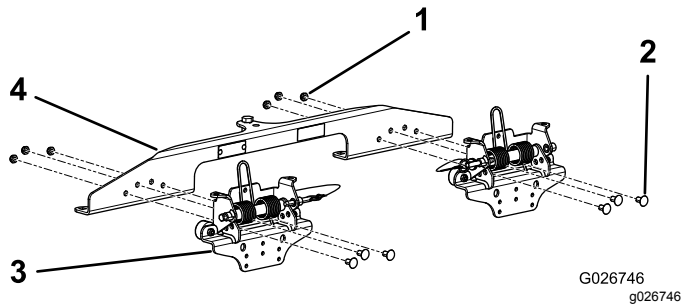

Figura 2
1. Alinee los taladros de cada uno de los conjuntos de soporte a resorte con los taladros del soporte de la placa escarificadora, según se muestra en Figura 2.
2. Usando 6 pernos y 6 contratuercas, sujete los conjuntos de soporte a resorte al soporte de la placa escarificadora (Figura 2).